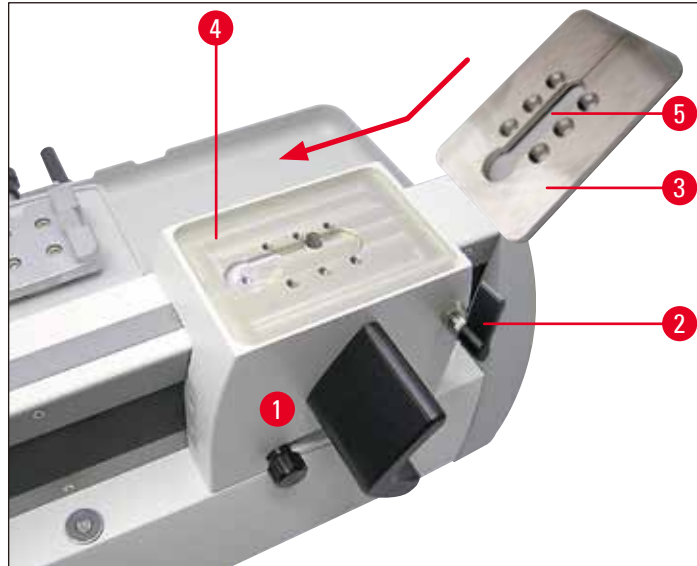

图 15
- 如 (→ 图 15) 所示, 将沟槽板放在安装台上。确保用于插入刀架的沟槽 (→ 图 15-5) 上用于 T 型件的圆形插口 (→ 图 16-8) 朝上。